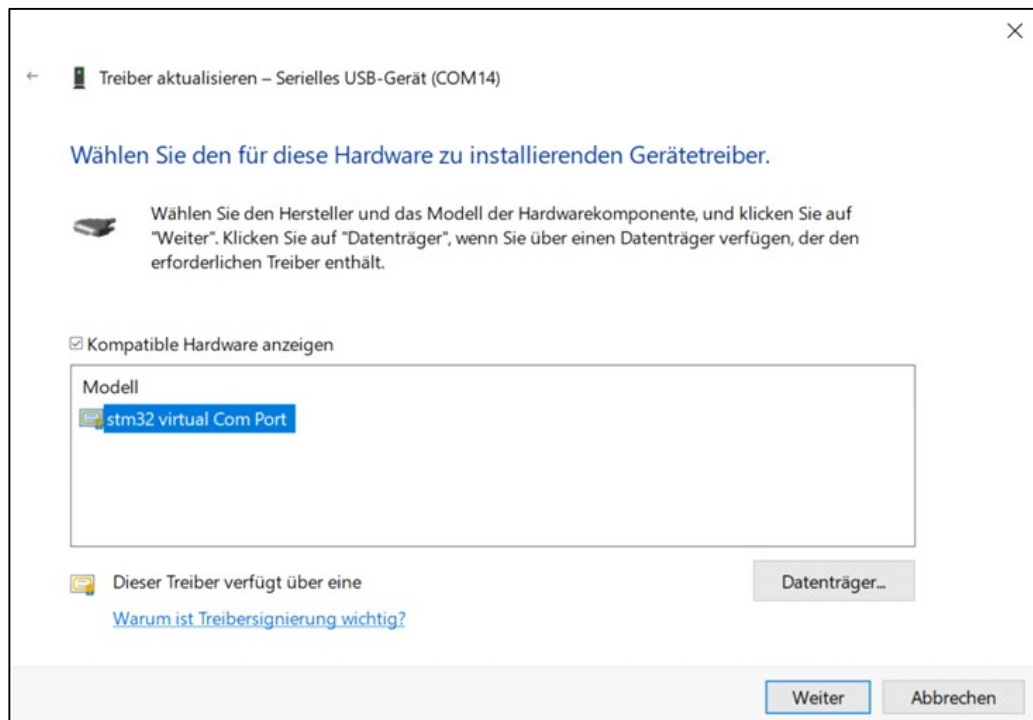

Bild 4.6: Aktueller digital signierter Hardwaretreiber [2]
- Mit dem Klicken auf *OK* wird der Pfad bestätigt und es öffnet sich jetzt ein Fenster (Bild 4.6) mit dem aktuell digital signierten Treiber.